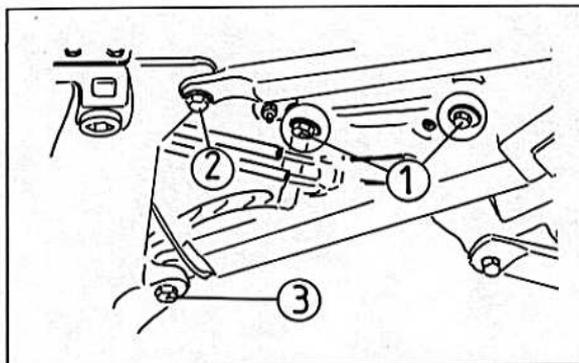

Bild 340
- Die hinteren Rahmenstreben lösen (Bild 340).